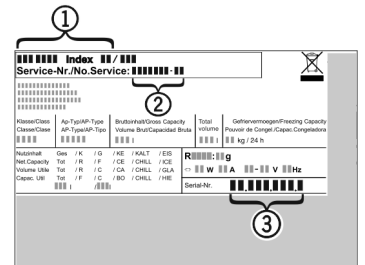

Fig. 12
- Gerätebezeichnung *Fig. 12 (1)*, Service-Nr. *Fig. 12 (2)* und Serial-Nr. *Fig. 12 (3)* vom Typenschild ablesen. Das Typenschild befindet sich an der linken Geräteinnenseite.
- Den Kundendienst benachrichtigen und den Fehler, Gerätebezeichnung *Fig. 12 (1)*, Service-Nr. *Fig. 12 (2)* und Serial-Nr. *Fig. 12 (3)* mitteilen.